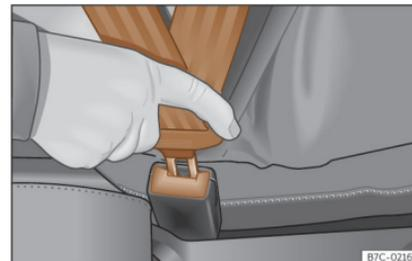

Fig. 19 Insertar la lengüeta del cinturón de seguridad en su cierre.
- Abroche la lengüeta en la hebilla correspondiente»» fig. 19 .